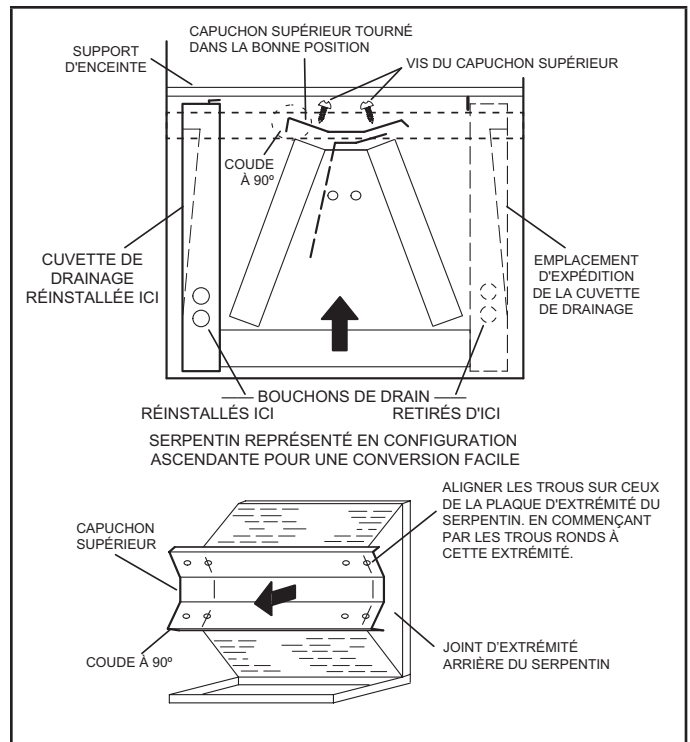

FIGURE 11. Modification sur place pour refolement du côté gauche
- 7 - Faites pivoter le couvercle supérieur de 180° pour inverser l'avant et l'arrière, et alignez-le sur des trous de vis inutilisés. Les trous doivent être alignés avec les plaques d'extrémité arrière et avant du serpentin. Le couvercle supérieur comporte un rebord plié à 45° d'un côté et à 90° de l'autre. **Le rebord plié à 90° doit être du côté du bac de drainage horizontal** comme illustré à la figure 11.
- 9 - Installez l'écran horizontal (modèle -060) sur le bord avant de la cuvette de drainage horizontal comme illustré à la figure 11.